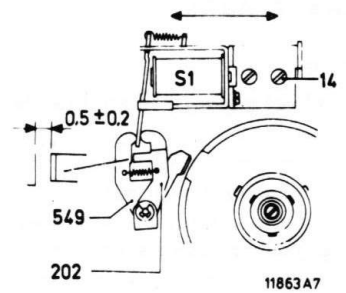

Fig. III-11
- Indien nodig kan dit ingesteld worden door S1 in de pijlrichting te verschuiven (zie Fig. III-11), nadat de schroeven 14 enige slagen zijn losgedraaid.